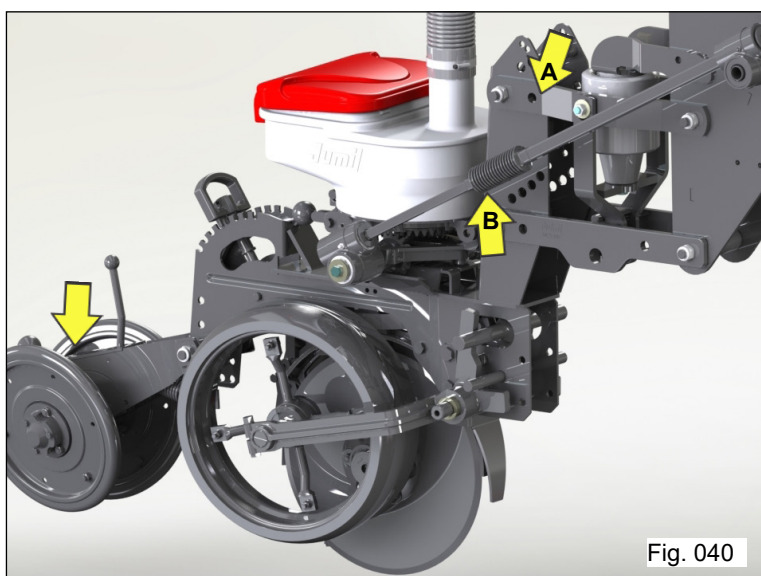

Fig. 040
- b) Fixe os braços superiores do pantógrafo "A" (Fig. 040) unindo o quadro ao suporte da linha longa, observando a montagem da mola dupla ao mesmo tempo;
- c) Monte o Cardan telescópico "B" (Fig. 040) observando o acoplamento na caixa em cruz de acionamento do distribuidor de sementes. Observe que existem bases com sistema de acionamento direita e esquerda;
- d) Monte o conjunto do bloco com depósito de sementes na base do sistema distribuidor (Fig. 040);
- e) Monte em seguida, os compactadores flutuantes em "V" das unidades semeadoras curtas (Fig. 040).